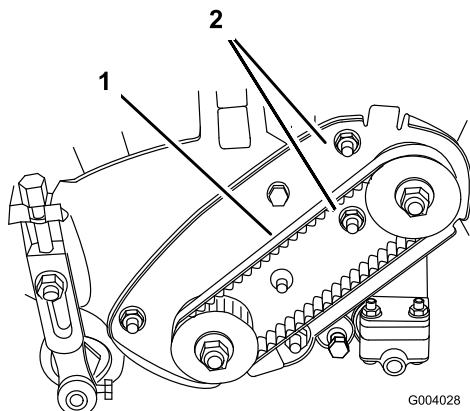

図 35
- A. ベアリング・ハウジング取り付けナットをゆるめる（図 35）。
- C. トルクレンチの設定が狂わないように注意しながら、ベアリング・ハウジング取り付けナットを締め付ける（図 35）。ベルトを締め付けすぎないように注意する。